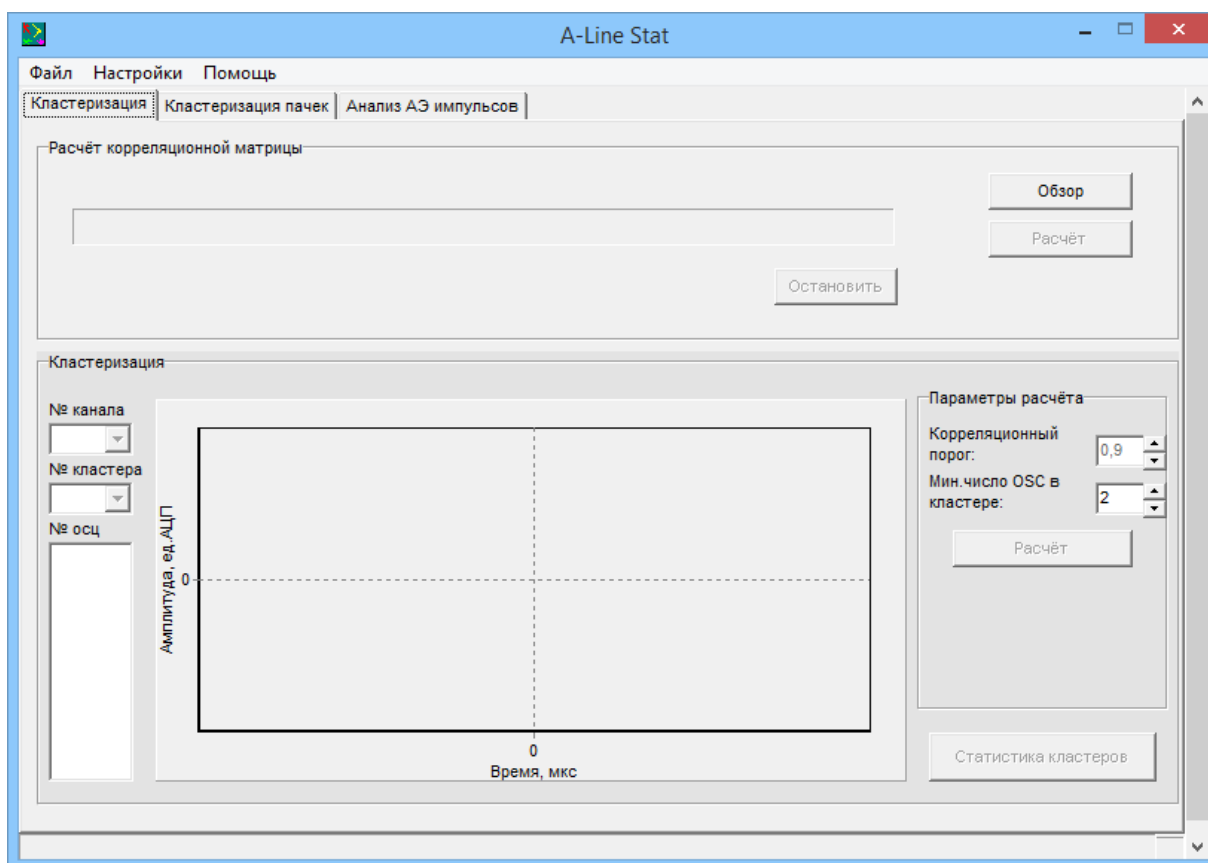

Рис. 19.1. Вкладка **Кластеризация**
- ◇ На вкладке **Кластеризация** (рис. 19.1) производится расчёт корреляционной матрицы для OSC-файла (*.osc) (см. разд. 20.1) и расчёт кластеризации сигналов по установленным параметрам расчёта (см. разд. 20.2).